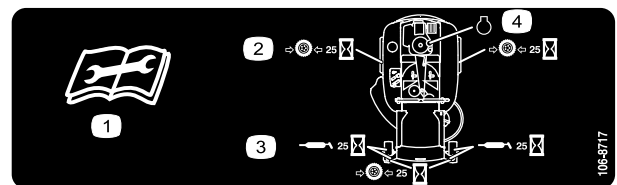

Figure 21
3. Nettoyez les graisseurs (Figure 20 et Figure 21) à l'aide d'un chiffon. Grattez la peinture qui pourrait se trouver sur les graisseurs.
4. Raccordez une pompe à graisse à chaque graisseur (Figure 20 et Figure 21). Injectez de la graisse dans les graisseurs jusqu'à ce qu'elle commence à sortir des roulements.